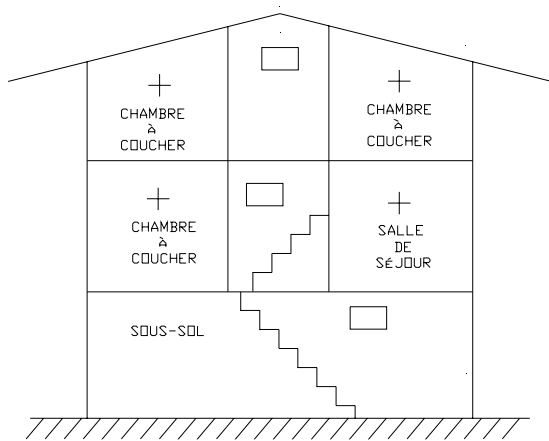

Figure 4
- Placez un avertisseur de fumée à chaque étage d'une résidence à plusieurs étages y compris au sous-sol. *Voir figure 4.*